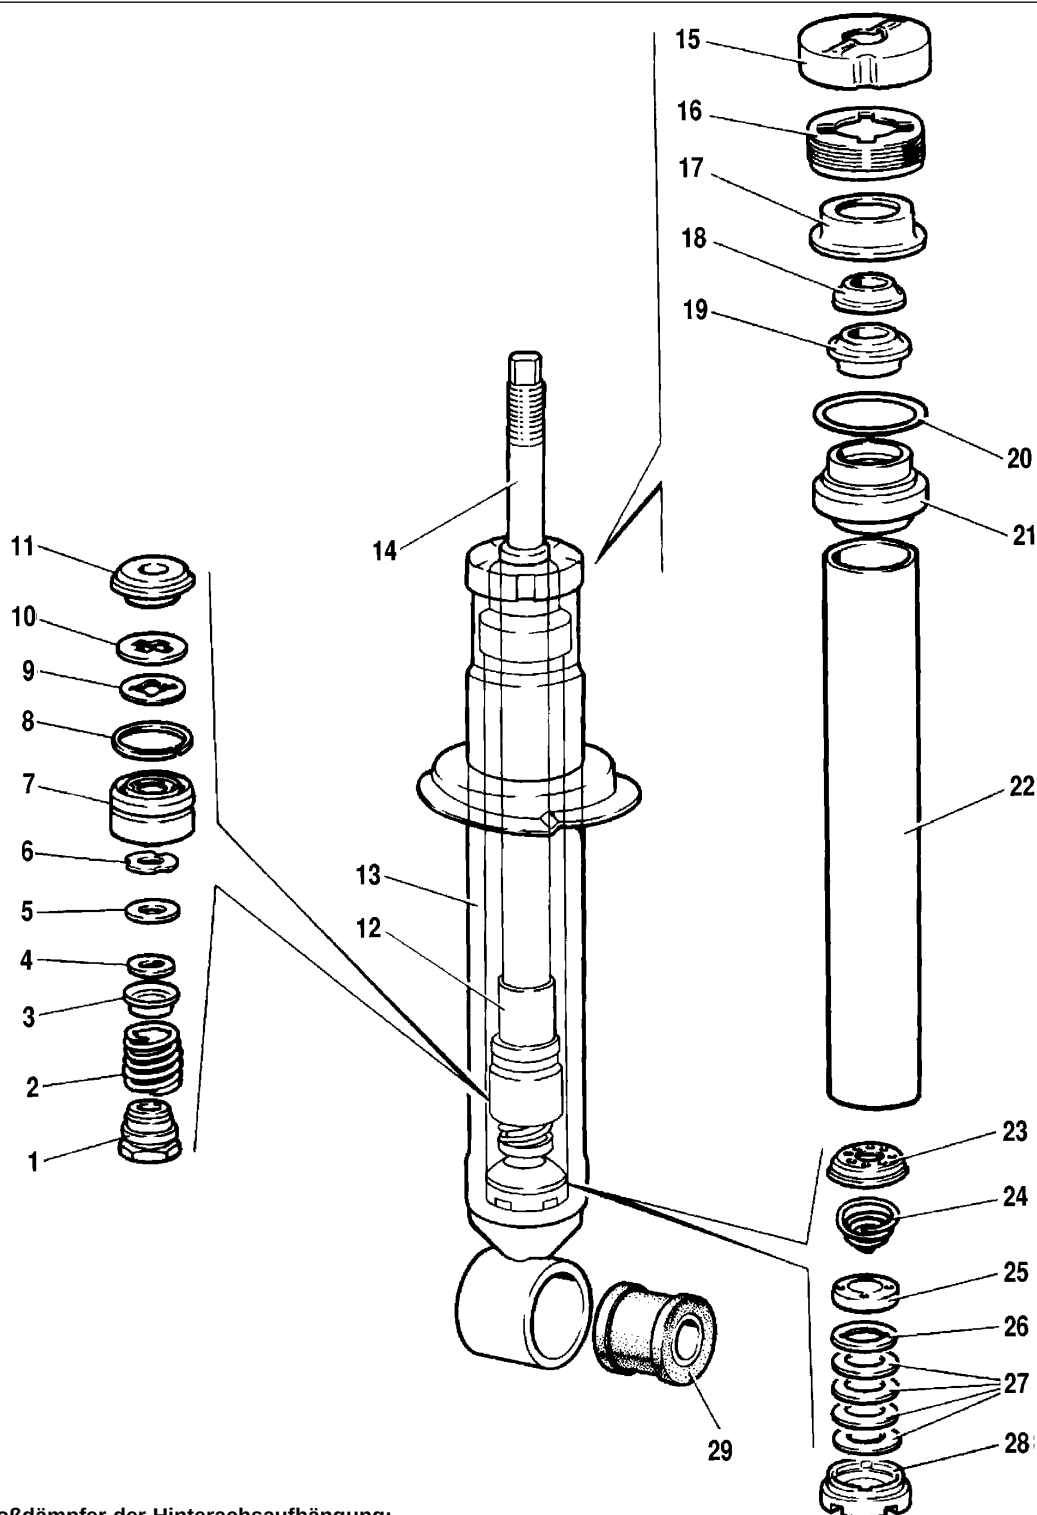

Abb. 4-21. Stoßdämpfer der Hinterachsaufhängung:
Die Einzelteile des Stoßdämpfers sind auf Abb. 4-21 dargestellt.
- nach dem Entfernen der Lagerung 15 (Abb. 4-21) und Abschrauben der Mutter 16 mittels des Schlüssels 67.7811.9510, den Arbeitszylinder 22 mit der Kolbenstange 14 und deren Teile herausnehmen;